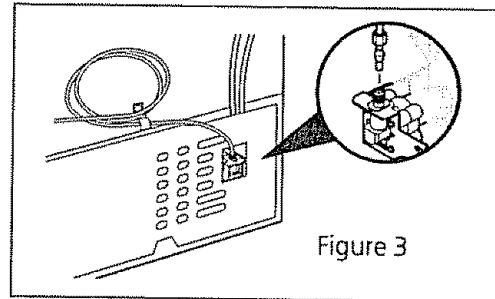

Figure 3
4. Fixer le tuyau de cuivre à l'aide d'un COLLIER D'ACIER et visser au panneau arrière à l'endroit indiqué (Figure 3).
5. Acheminer l'arrivée d'eau dans la bobine comme indiqué (Figure 3).
6. Ouvrir l'arrivée d'eau et vérifier qu'il n'existe aucune fuite aux connexions (Figure 3).